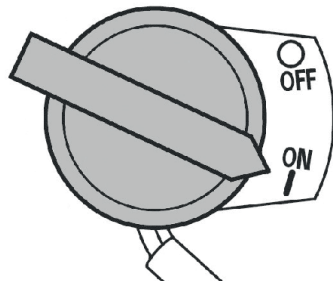

РИС. 10
6. Зажигание. Переведите выключатель зажигания в положение «ON» (I) (Рис. 10).